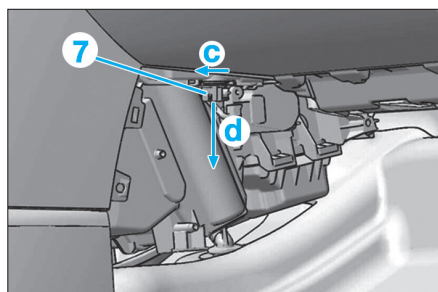

Fig. 21
- Tourner d'un quart de tour (c) la sonde (7) puis extraire suivant (d) (Fig.21).